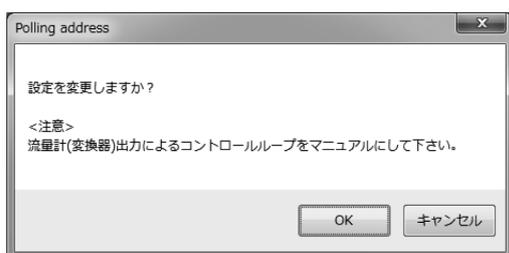

図102
- ③ 設定が完了したら「OK」ボタンをクリックします。メッセージボックス(図102)が表示され、ここで「OK」ボタンをクリックすると入力した設定値に変更されます。